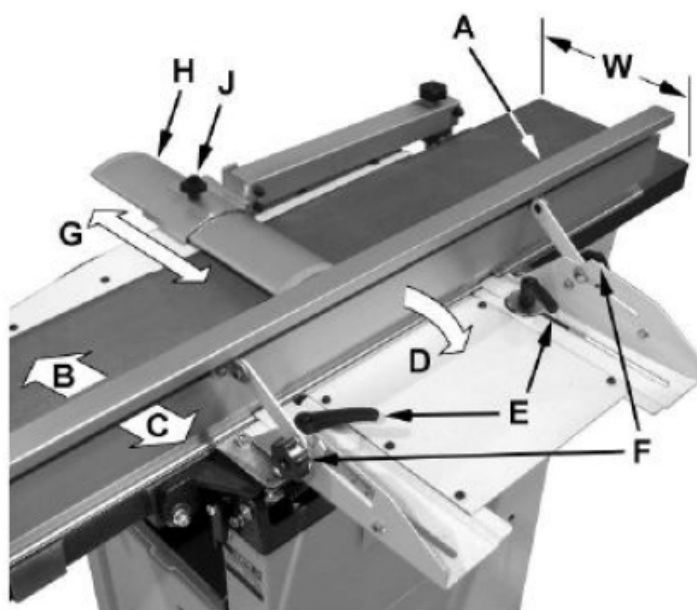

Figura 7
Referindu-ne la Figura 7:
6. Ridicați masa de alimentare (G) până când ajunge în contact cu marginea dreaptă (D). Marginea dreaptă ar trebui să fie la nivel peste ambele mese. Mutați marginea dreaptă în spatele mesei de ieșire așa cum se arată în Figura 7 și efectuați același test. Dacă marginea dreaptă nu se află la nivel, partea din față sau din spate a uneia dintre mese trebuie să fie ajustată pentru a face mesele